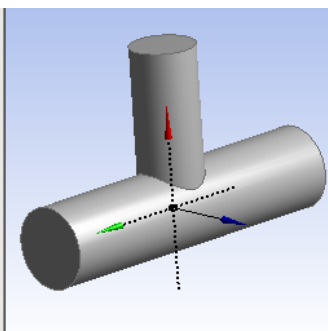

Рис. 8 – Создание объема второго цилиндра
**Шаг 4.** Аналогично предыдущему шагу создается цилиндр меньшего диаметра, расположенный вдоль оси  $OY$  (рис. 8). В окне свойств необходимо указать: